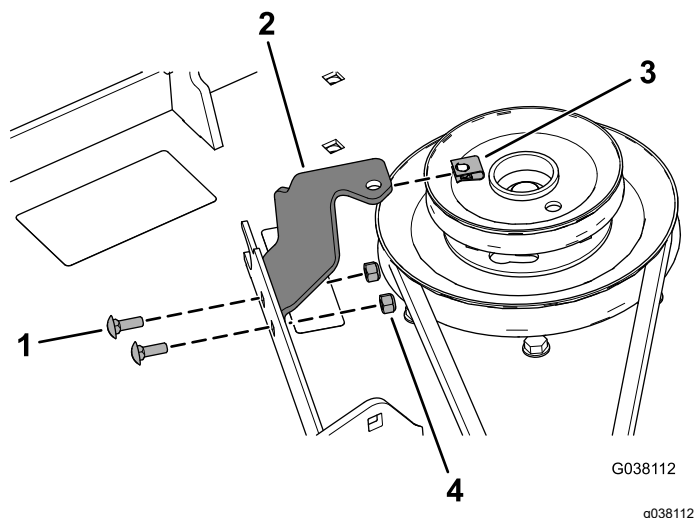

Figure 24
12. Fixez le support du protège-courroie sur le tablier de coupe à l'aide de 2 boulons de carrosserie ($\frac{1}{4} \times \frac{3}{4}$ po) et de 2 contre-écrous ($\frac{1}{4}$ po), comme montré à la Figure 24.
13. Placez l'écrou rapide sur le support du protège-courroie (Figure 24).